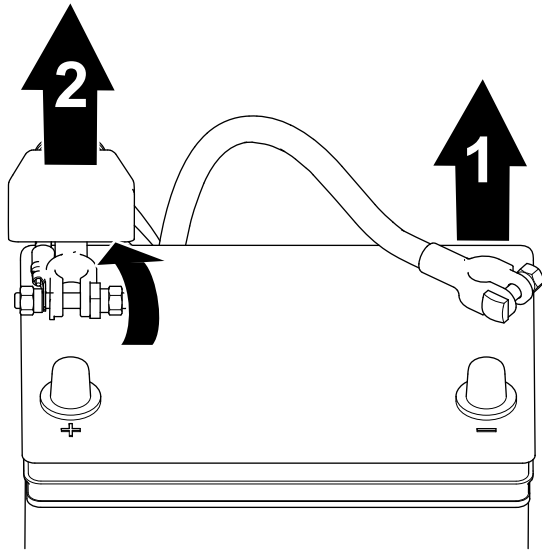

图 40
1. 从电池电极上断开负极电池接线图 40。
2. 提起绝缘体并从电池电极上断开正极电池接线图 40。